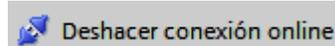

Figura 37. Deshacer conexión online.
2.  Ponga el PLC en modo Stop, verifique que no esté online con la computadora (el icono de la Figura 37 deberá estar deshabilitado), hecho esto desenergicelo y proceda a desconectarlo.